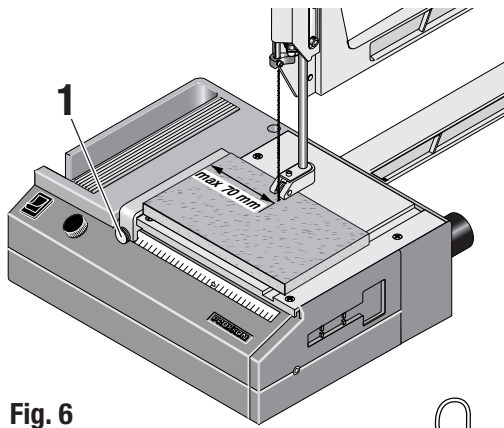

Fig. 6
4. Per segare con la guida longitudinale, allentare la vite di arresto **1** (Fig. 6), regolare la guida e serrare di nuovo la vite.